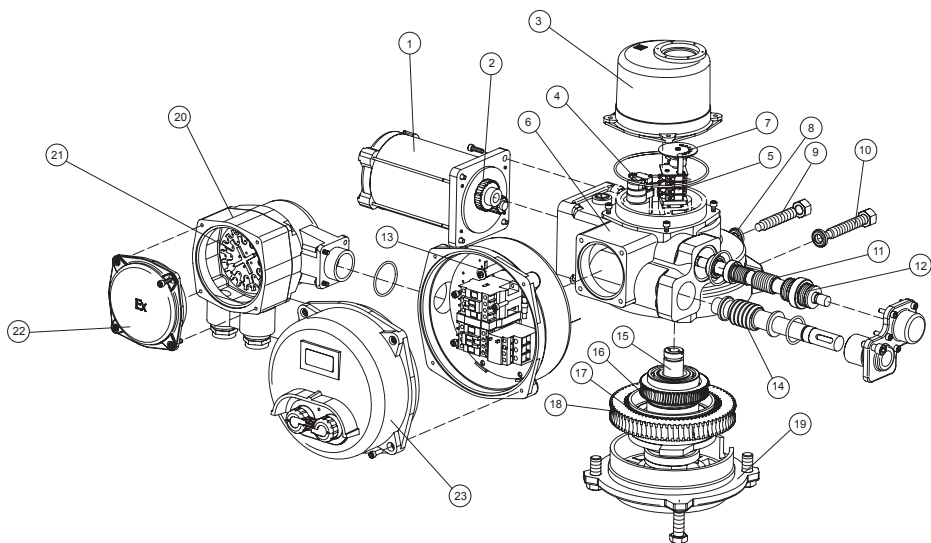
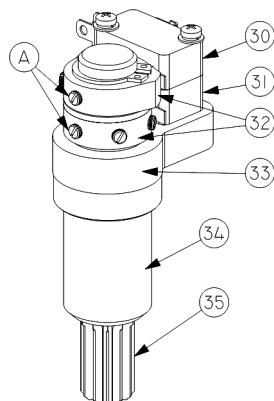
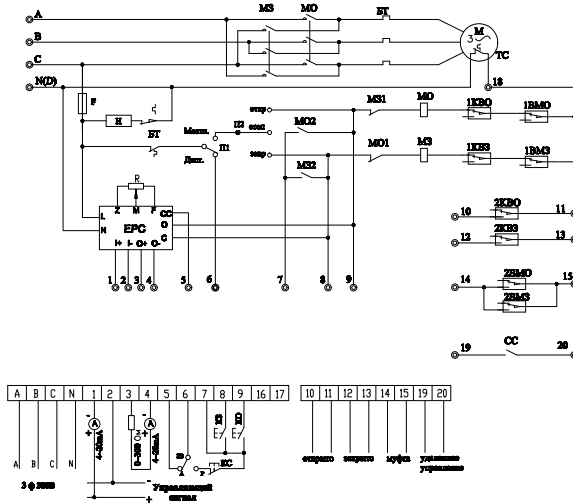

Рис.1 Электропривод ГЗ-ОФВ КСК
Рис.3 Двухсторонняя муфта ограничения крутящего момента
Рис.4 Принципиальная электрическая схема подключения электропривода ГЗ-ОФВ КСК
Электропривод состоит из следующих узлов и деталей (рис. 1): электродвигателя (1), взрывозащищенной клеммной коробки (20-22), силового редуктора, в состав которого входит: червячный редуктор (11,16), червячный редуктор маховика ручного дублера (14, 18) и автоматическая муфта сцепления с планетарной передачей (17), двухсторонней муфты ограничения крутящего момента (моментной муфты) (4), ограничителя хода выходного вала (5), индикатора положения затвора арматуры (7), выходного вала (15), механических упоров открытия и закрытия (9, 10) и корпусных деталей.
При достижении предварительно установленной величины крутящего момента в положении ЗАКРЫТО или ОТКРЫТО, либо в случае аварийного заклинивания штока затвора арматуры в промежуточном положении, выходной вал (15) (рис.1) с червячным колесом (16) останавливается, а червячный вал (11), ввинчиваясь в венец червячного колеса (16), вследствие продолжающегося вращения ротора электродвигателя, начинает перемещаться в осевом направлении, сжимая тарельчатые пружины (12). Величина сжатия тарельчатых пружин определена настроенным крутящим моментом моментной муфты. Поступательное движение червячного вала (11) приводит к вращению вала моментной муфты (34) (рис.3). Кулачки (32), расположенные на валу моментной муфты, нажимают кнопки муфтовых микровыключателей (30, 31), размыкая цепь управления питанием электродвигателя электропривода.
Механические упоры (9,10) (рис. 1) применяются для первоначальной настройки конечных положений затвора арматуры ОТКРЫТО и ЗАКРЫТО при ручном управлении. Они также являются аварийной защитой, в случае отказа конечных и муфтовых микровыключателей, электродвигатель отключится блоком тепловой защиты БТ (рис. 4).
3. ЭЛЕКТРИЧЕСКАЯ СХЕМА УПРАВЛЕНИЯ (рис.4)
Для управления электроприводом ГЗ-ОФВ КСК применяется электрическая схема, приведенная на рис.4. При достижении затвором арматуры конечных положений ОТКРЫТО или ЗАКРЫТО, срабатывают концевые микровыключатели 1KV0 или 1KV3, отключая питание электродвигателя. При превышении установленного крутящего момента при открытии или закрытии затвора арматуры, срабатывают муфтовые микровыключатели 1VM0 и 1VM3, отключая питание электродвигателя. Муфтовые микровыключатели 1VM0 и 1VM3 после срабатывания возвращаются в первоначальное положение при вращении вала в обратную сторону.